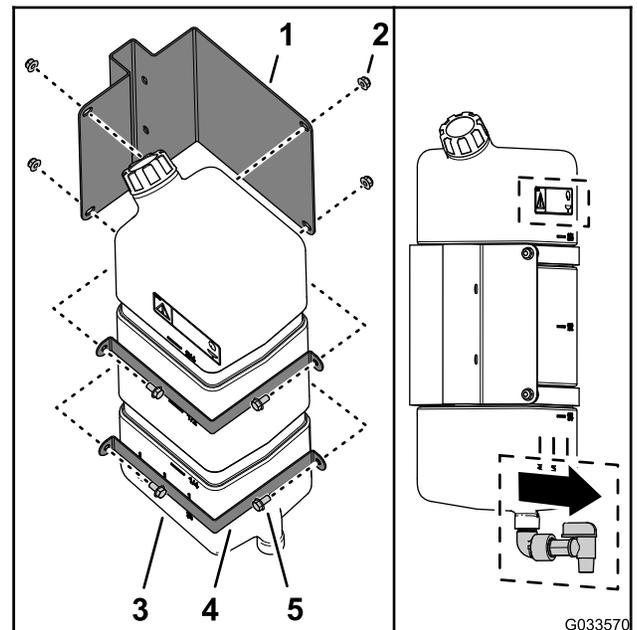

Рисунок 45
1. Прикрепите бак пресной воды к узлу крепления с помощью двух монтажных скоб, 4 болтов с фланцевыми головками (5/16 x 5/8 дюйма) и 4 фланцевых контргаек (5/16 дюйма), как показано на Рисунок 45.